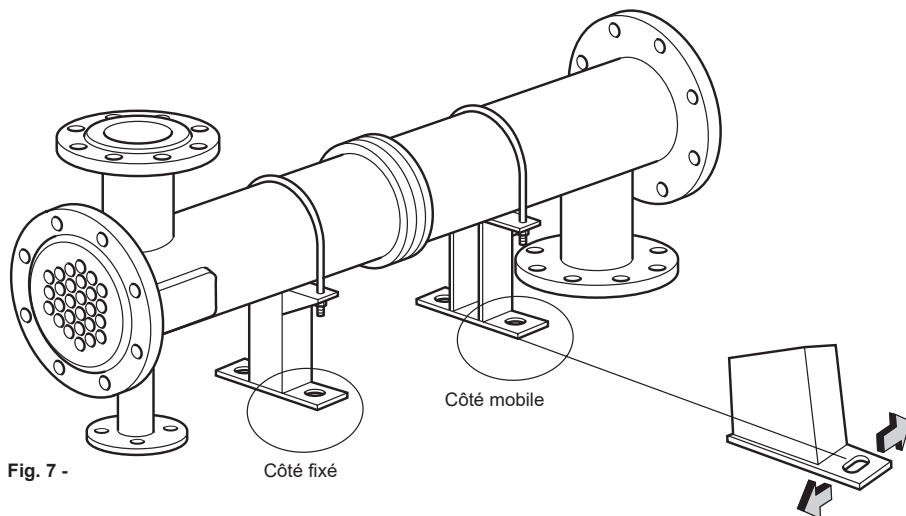

Fig. 7 -
4.6 Desserrer les boulons de fixation à l'une des extrémités de l'unité pour permettre une libre dilatation (figure 7).